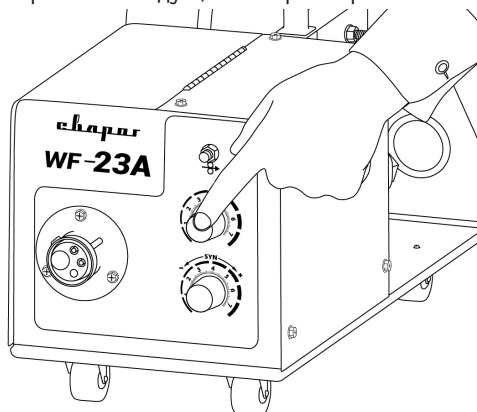

Рис. 8.23. Установка силы тока.
1. Установите значение силы сварочного тока (См. рис. 8.23). Значение выбирается в зависимости от толщины свариваемого металла и диаметра проволоки. Чем больше сила тока, тем больше скорость подачи сварочной проволоки.